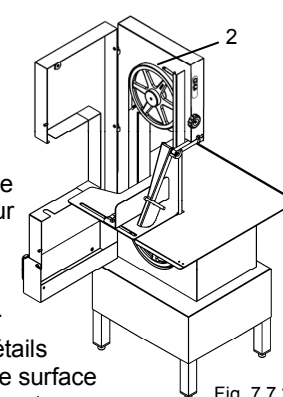

Fig. 7.7.2
- Prendre la lame "2" et l'extraire de la poulie comme indiqué sur les fig. 7.7.2 e 7.7.3